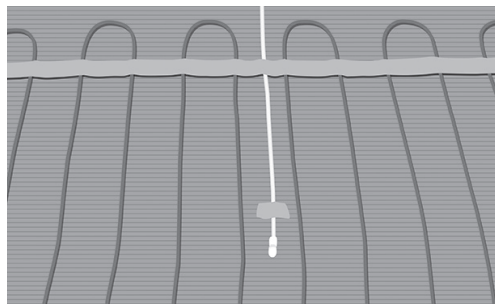

Рис. 12. Расположение трубки для кабеля/датчика между двумя кабелями
11. Установите и закрепите датчик температуры пола в гофрированной трубке или просто установите датчик температуры пола, если гофрированная трубка не установлена. Загерметизируйте конец трубки для кабеля (рис. 12).